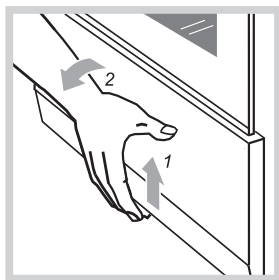

Рис.12
- Чтобы открыть дверцу, ее нужно приподнять вверх и наклонить на себя (рис.12).